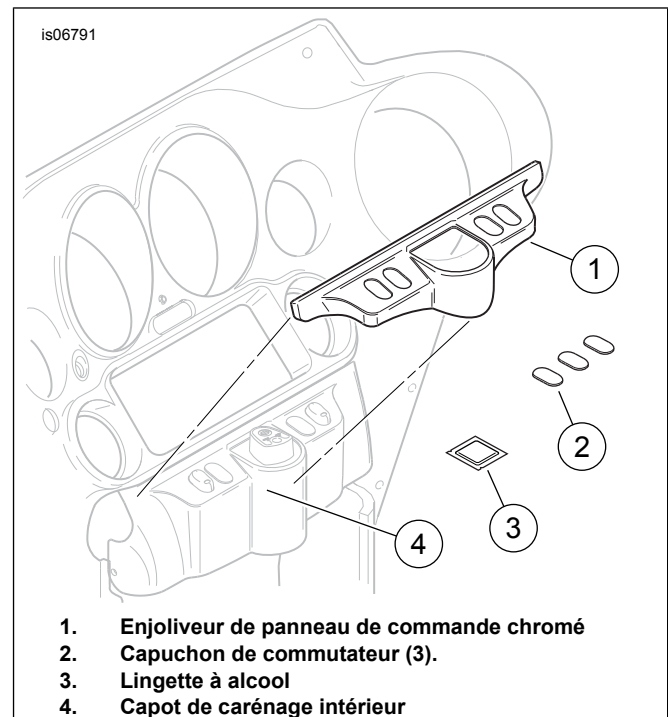

Figure 1. Installation de l'enjoliveur de panneau de commande
1. Voir Figure 1. Prendre la lingette d'alcool (3) du kit. Ouvrir l'emballage et utiliser la lingette pour nettoyer avec soin toute la saleté et la graisse du dessus et des côtés du capot de carénage intérieur (4).
2. Sur le dos de l'enjoliveur chromé (1), avec un angle, frotter les doublures de support adhésif pour activer l'adhésif. Décoller les deux doublures du support adhésif de l'enjoliveur chromé.